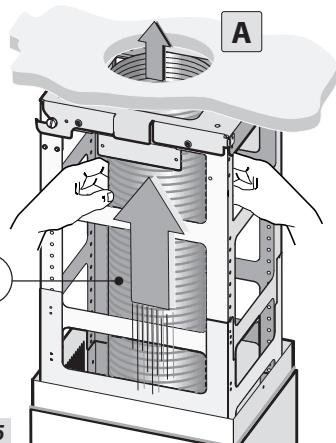

Fig.15
- Raccordez le tuyau **H** (non livré avec la hotte) à l'ouverture d'évacuation d'air **A** (Fig.15).